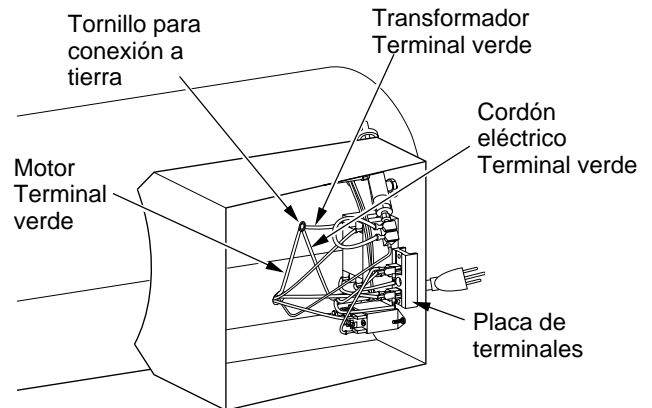

Figura 5: Ubicación del tornillo de conexión a tierra
2. Acceda al tornillo para conexión a tierra a través del fondo de la base del calentador. Quite el tornillo de conexión a tierra. Desconecte el cable verde del motor y el cable verde del cordón eléctrico del fondo de la cubierta (consulte la figura 5).
3. Quite los cables negro y blanco del motor de la placa de terminales (consulte la figura 5).
16. Gire el calentador sobre uno de sus lados para acceder a la abertura en la parte inferior de la base. Conecte los cables verdes del motor, del transformador y del cordón eléctrico a la cubierta del calentador usando una tuerca para conexión a tierra (consulte la figura 5).